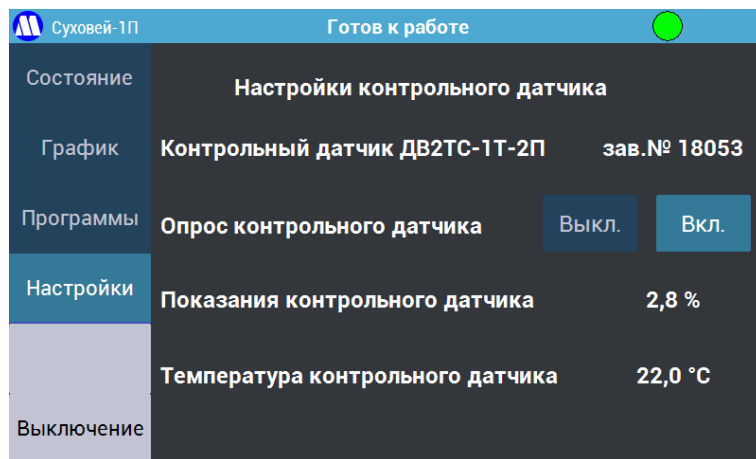

Рисунок 16 – Экран «Настройки контрольного датчика».
7.2.12. Кнопка «**Настройки контрольного датчика**» открывает меню (Рисунок 16), в котором отображаются заводской номер контрольного датчика и его показания, а также имеется возможность его отключения.